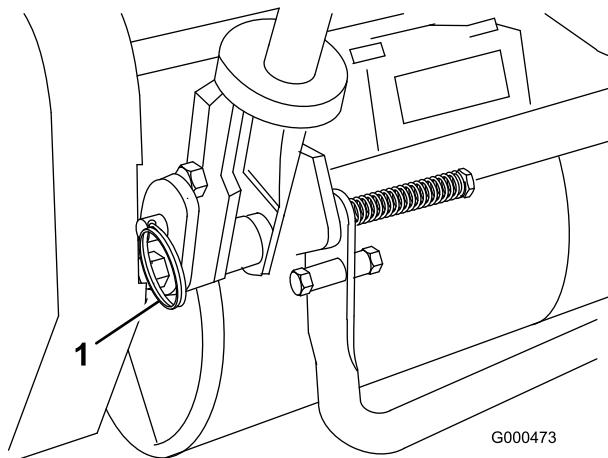

図 6
1. 機体左右のリング・ピンからヘアピン・コッタを抜き取る（図 6）。
2. ハンドルを支えながら、左右のリング・ピンを抜き、ハンドルを希望の高さにセットする（図 6）。